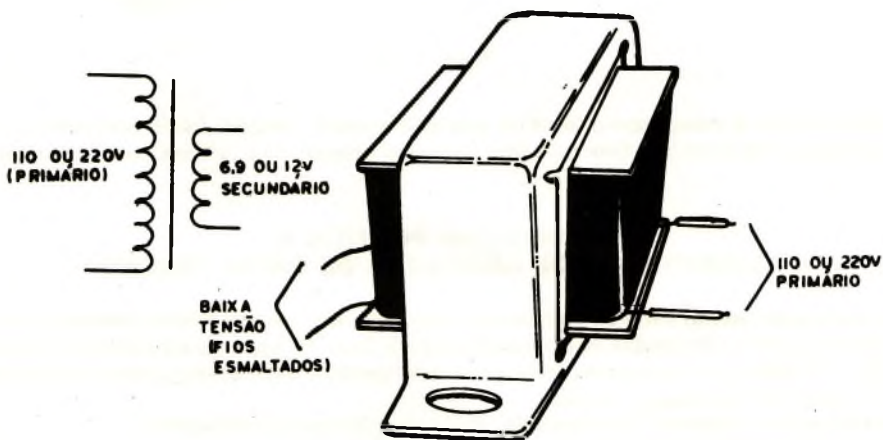

figura 251
a) O transformador possui um enrolamento primário somente o qual é dimensionado para 110 ou 220 V, conforme seja a sua rede local. Neste caso, esse enrolamento tem por fios terminais, fios flexíveis de capa plástica, enquanto que o enrolamento de baixa tensão terá fios esmaltados mais grossos, conforme mostra a figura 251. É claro que existe a possibilidade de identificação do enrolamento feita no próprio componente por marcação direta.